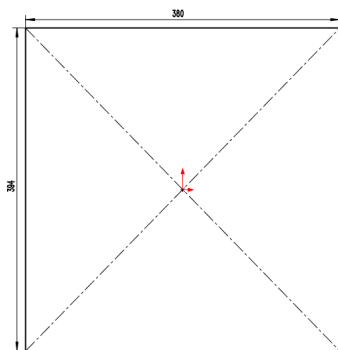

图 13-49 绘制草图对象
(1) 单击常用工具栏中的【新建】按钮，新建一个空白模型文件，更改绘图区背景颜色。
(2) 单击菜单栏中的【插入】|【钣金】|【基体法兰】命令，弹出【信息】属性管理器，选取前视基准面，进入草图绘制环境，绘制草图对象，如图 13-49 所示。